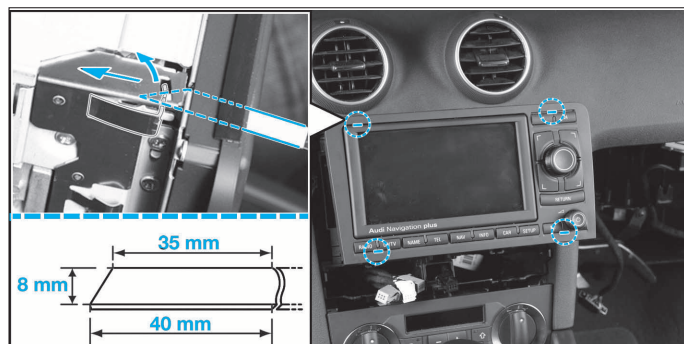

FIG. 29
• Déposer le module de navigation (Fig.29). Pour cela, à l'aide de l'outil constructeur ou de celui fabriqué selon les cotes données, extraire le module de navigation. Pour se faire, insérer l'outil dans les 4 interstices situées aux coins du module de navigation.